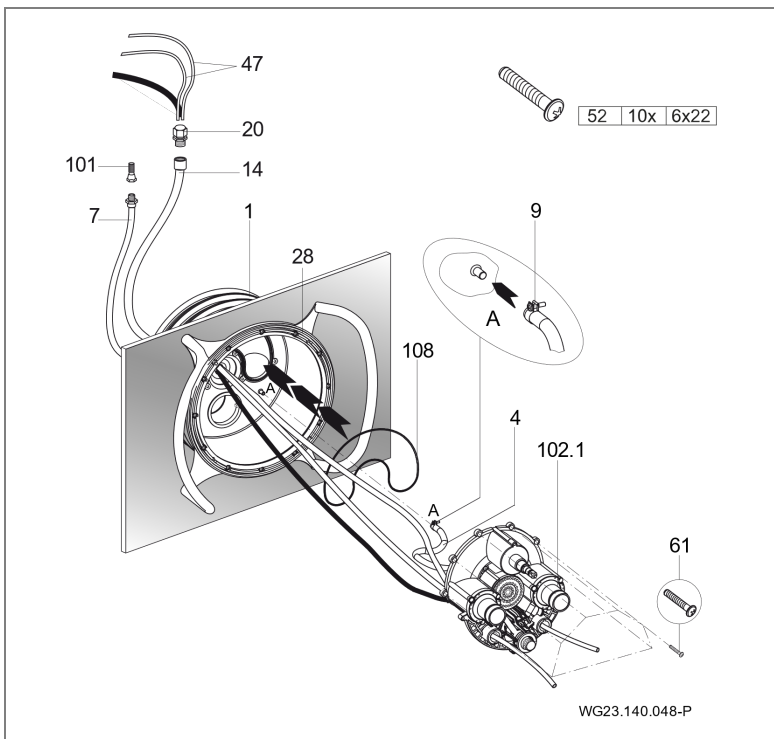

Abb. 17
2. O-Ring (108) in das Einbaugehäuse (1) einlegen. (Abb. 17)
3. Die zehn beigelegten Schneidschrauben (61) in das Düsengehäuse einschrauben. Vormontiertes Düsengehäuse (102.1) am Einbaugehäuse (1) ansetzen. (Abb. 17)
4. Pneumatikschläuche oder Kabel der Piezo-Taster durch die unteren beziehungsweise äußeren Öffnungen vom Düsengehäuse (102.1) führen; Licht EIN/AUS links, Pumpe EIN/AUS rechts. (Abb. 17)
5. Pneumatikschläuche (47) oder Kabel der Piezo-Taster und Kabel des Scheinwerfers durch den Schutzschlauch (14) führen und mit der Kabelverschraubung (20) abdichten. (Abb. 17)
6. Innere Luftleitung (4), die am Düsengehäuse (102.1) beziehungsweise an der Luftregelung bereits komplett vormontiert ist, mit Schlauchklemme (9) am Einbaugehäuse (1) befestigen. (Abb. 17)
7. Düsengehäuse (102.1) am Einbaugehäuse (1) ausrichten und mit den zehn vormontierten Schneidschrauben (61) befestigen. (Abb. 17)